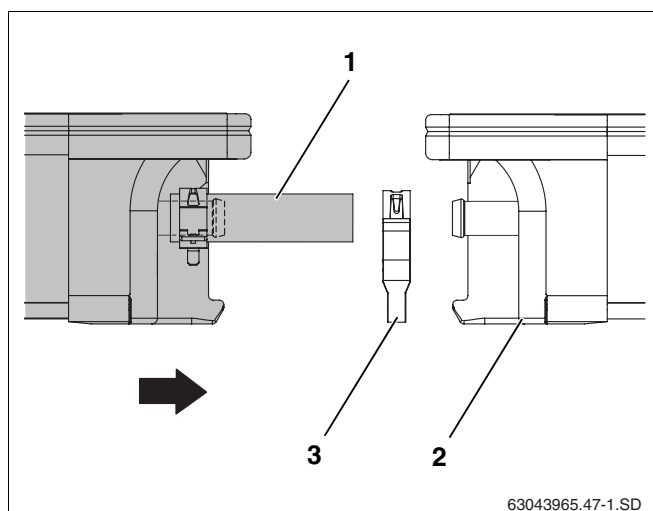

Рис. 46 Придвинуть второй коллектор к первому
- Установить второй коллектор с предварительно смонтированными шлангами (рис. 46, поз. 1) на профильные рейки, при этом он должен встать в крепления от сползания.
- Надеть второй пружинный хомут (рис. 46, поз. 3) на шланг солнечного коллектора.
- Придвинуть второй коллектор к первому (рис. 46, поз. 2) так, чтобы шланги наделись на левые штуцеры первого коллектора.